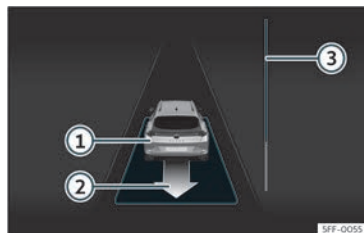

Fig. 182 Sur l'écran du combiné d'instruments : sortir d'une place de stationnement en créneau.
- Reculez jusqu'à ce que retentisse le signal continu du ParkPilot ; **OU** : reculez jusqu'à ce que l'indication de passer en marche avant apparaisse sur l'écran du combiné d'instruments. La barre de progression **>>> fig. 182 ③** indique la distance à parcourir **>>> page 298**.